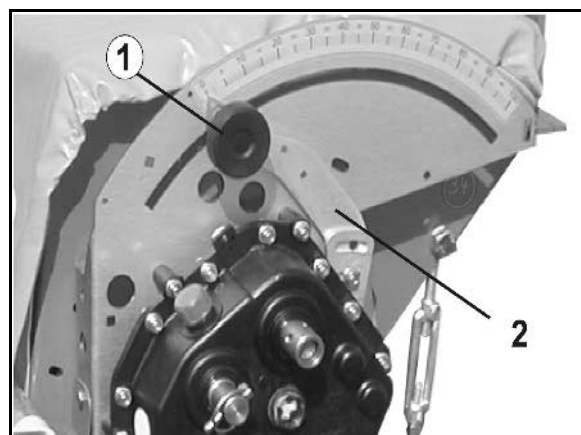

Рис. 26
1. Отсоедините фиксатор (Рис. 26/1) установочного рычага редуктора.
2. Указатель установочного рычага редуктора (Рис. 26/2) переместите в необходимое положение:
3. Затяните фиксатор (Рис. 26/1).